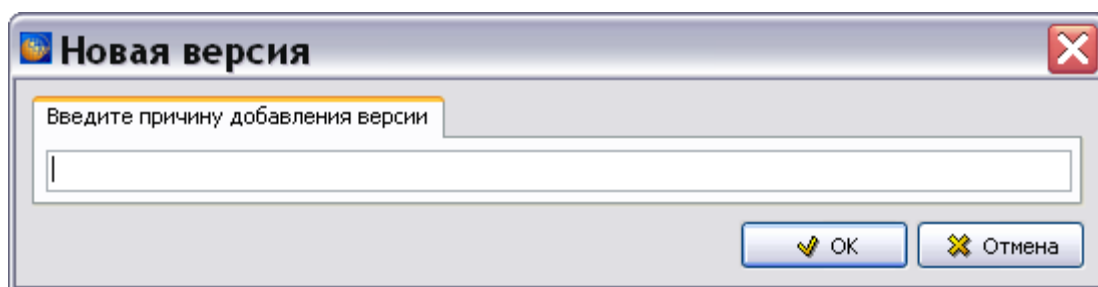

Рис. 20.16
5. Выделите версию МД, нажмите на кнопку **+** **Добавить версию** и выберите «На основе указанной». При создании новой версии (это применимо к версиям МД, начиная с третьей) на основе указанной все данные об изменениях, внесенных в указанную версию, должны удаляться. Если в свойствах проекта выбран параметр **Запрашивать причину создания версий** (см. раздел «Вкладка «Дополнительные параметры»»), то появится окно для ввода причины добавления версии (Рис. 20.16).